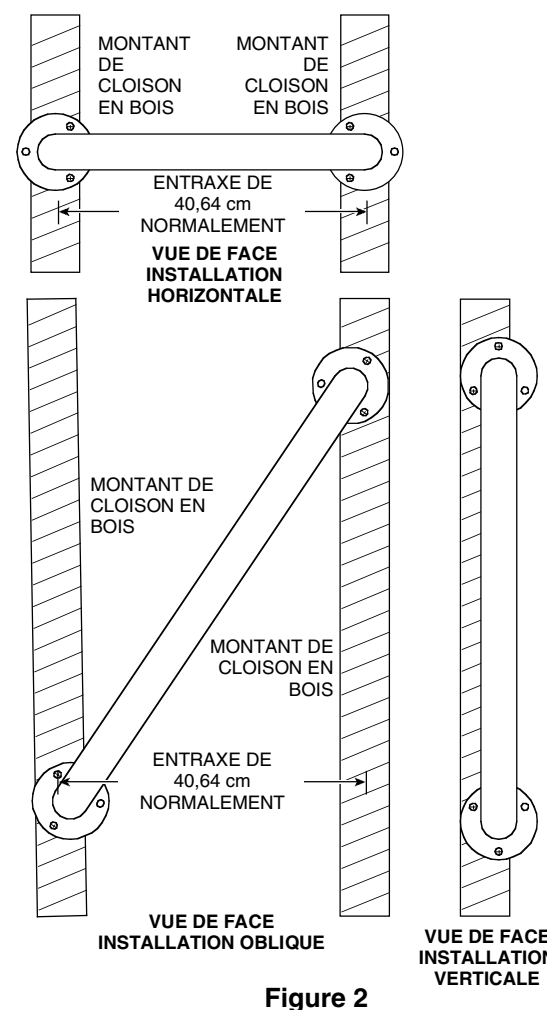

Figure 2
La barre d'appui peut être installée verticalement, horizontalement ou obliquement, aussi longtemps qu'au moins deux (2) des trois (3) vis de montage aux deux extrémités de la barre d'appui soient solidement fixées dans un montant de cloison (voir Figure 2). Localisez les montants de cloison avant de commencer l'installation (vous pouvez acheter un localisateur de montant dans une quincaillerie).